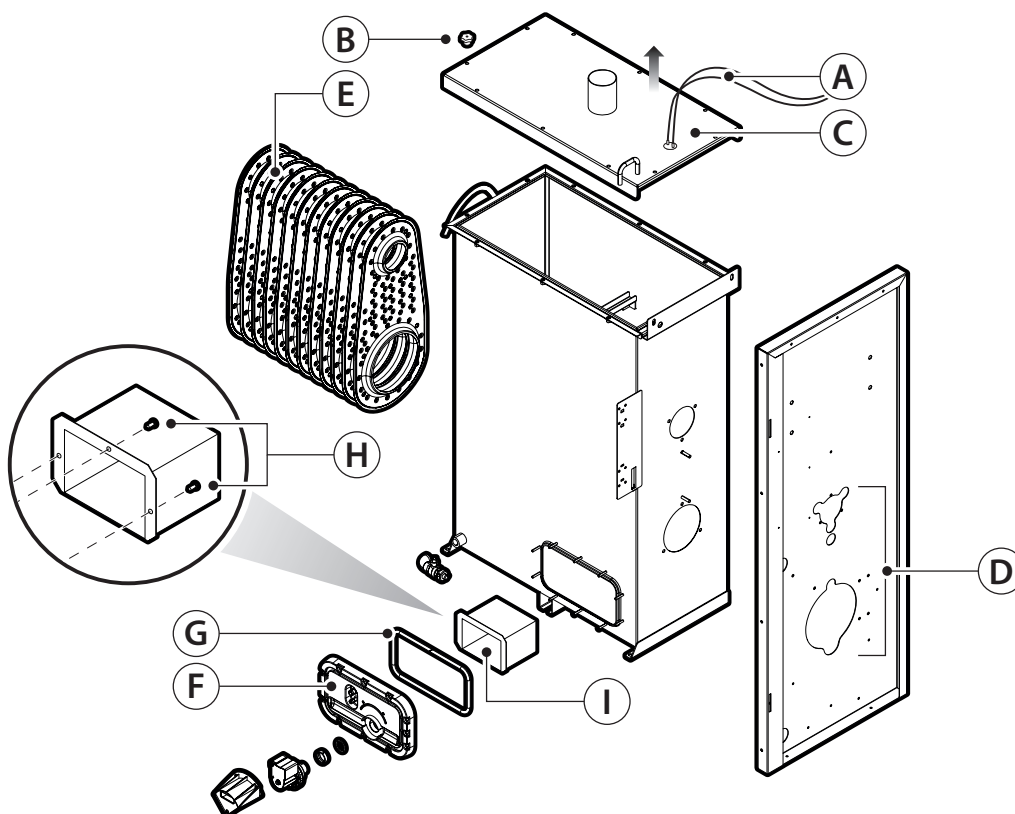

Рис. 17.d
- отсоедините кабели от электрода контроля пены (А - рис. 17.d);